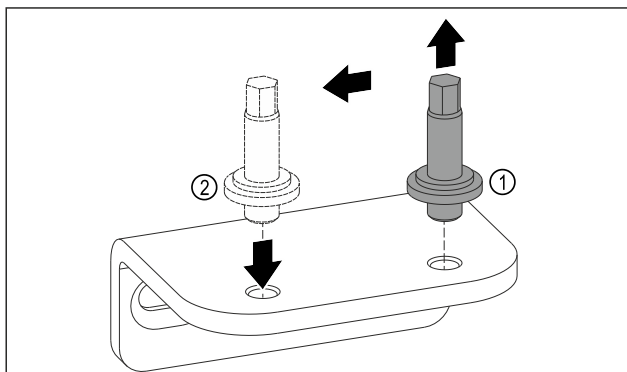

Fig. 11
- Dévisser l'axe du support de palier inférieur avec une clé mâle coudée pour vis à six pans creux de 5. Fig. 11 (1)
- Placer l'axe du côté opposé. Fig. 11 (2)